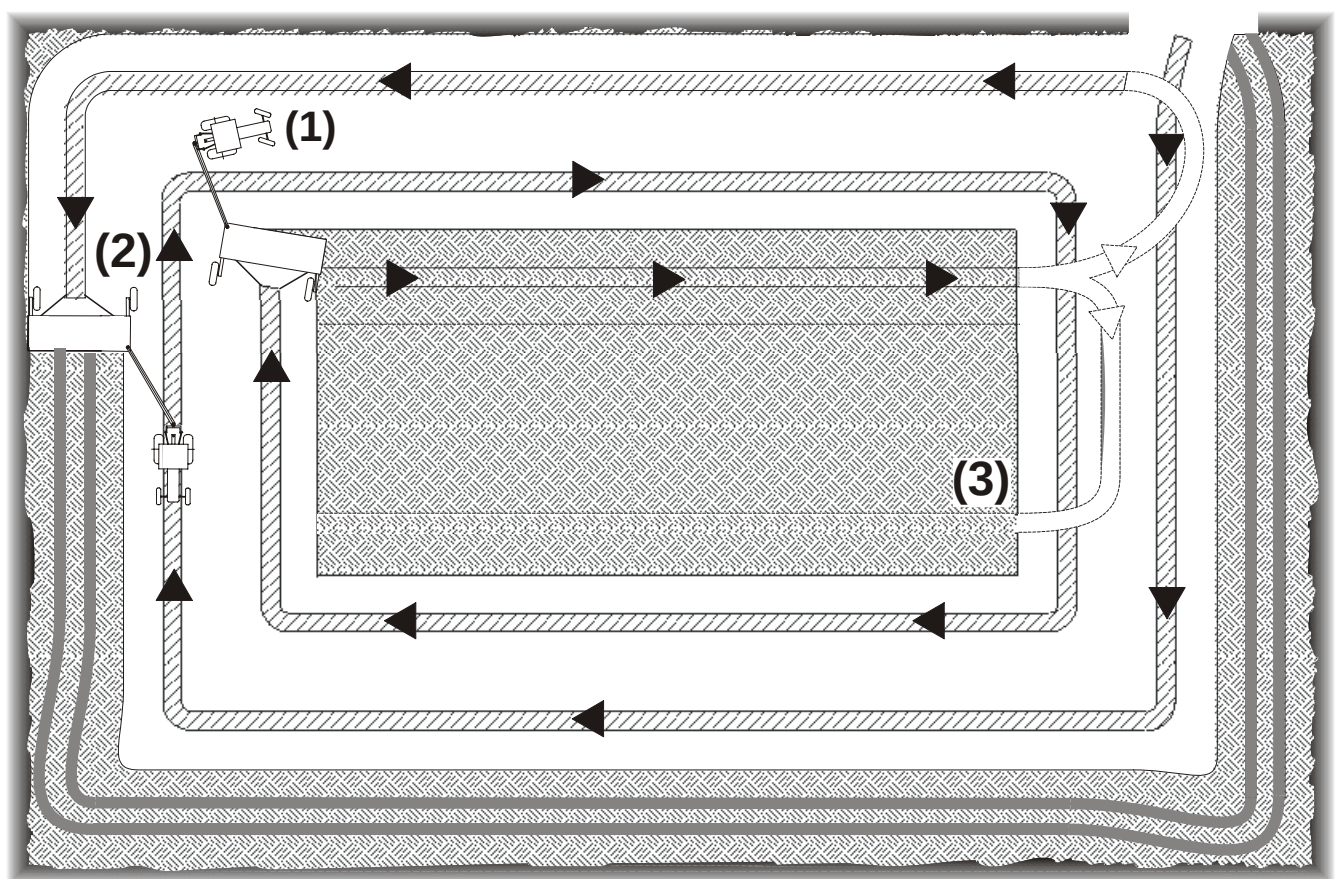

Fig. 3-5
- Fig. 3-5 Fältet öppnas med maskinen utsvängd i arbetsläge. I detta läge kör man medurs några varv runt fältet **(1)**, så att det blir plats att svänga runt på vändtegen. Vändtegsarbetet avslutas genom att slå ytterskåren, varvid man kör moturs **(2)**. Därefter kan fältet slås i ett stycke, eller uppdelas i tegar efter behov **(3)**. Framkörningshastigheten kan varieras mellan 6 - 19 km/h, beroende av gröda och körförhållanden.